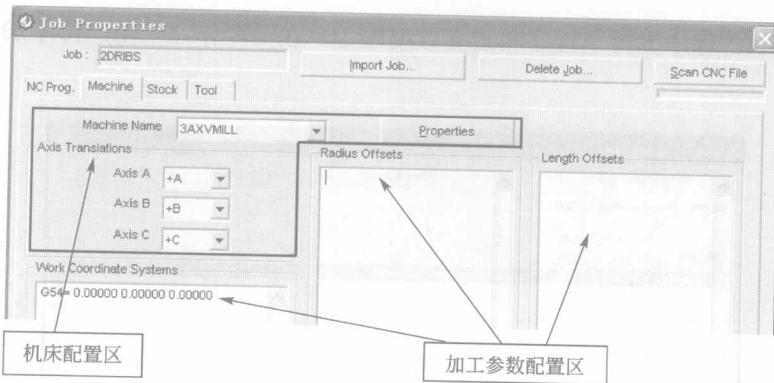
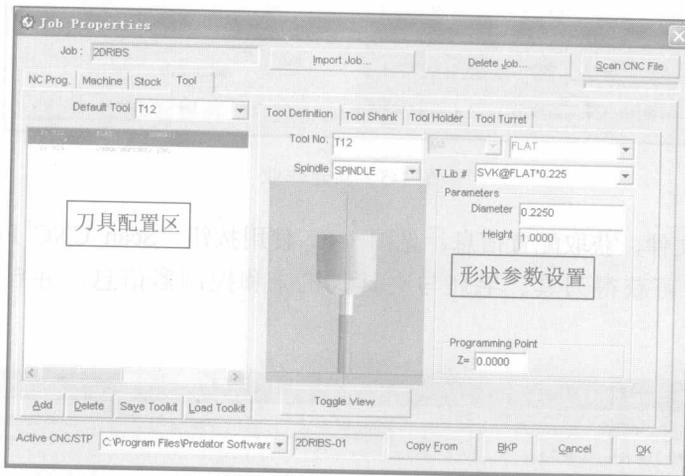
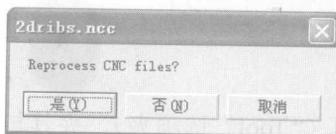

图 1-7 配置机床、加工参数
图 1-8 配置刀具信息
图 1-9 开始模拟
Step3: 用户也可手动配置机床(“Machine”选项夹)、刀具(“Tool”选项夹)、夹具与毛坯信息(“Stock”选项夹), 如图 1-7、图 1-8 所示。
Step4: 按图 1-8 中的“OK”开始模拟, 选择“是”进行处理运算, 见如图 1-9。